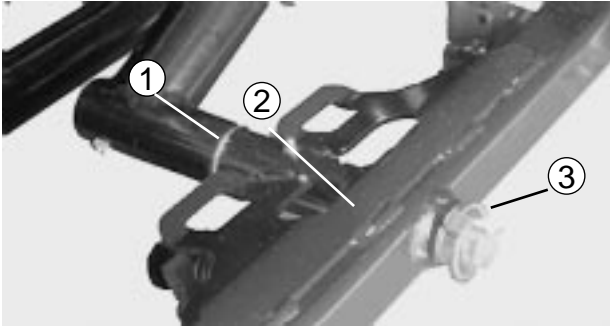

図 19
カッティングユニットを取り付ける（図19～21）
2. ピボット・ロッドに、カッティングユニットのキャリア・フレームを取り付け、リンチピンで固定する（図19）。